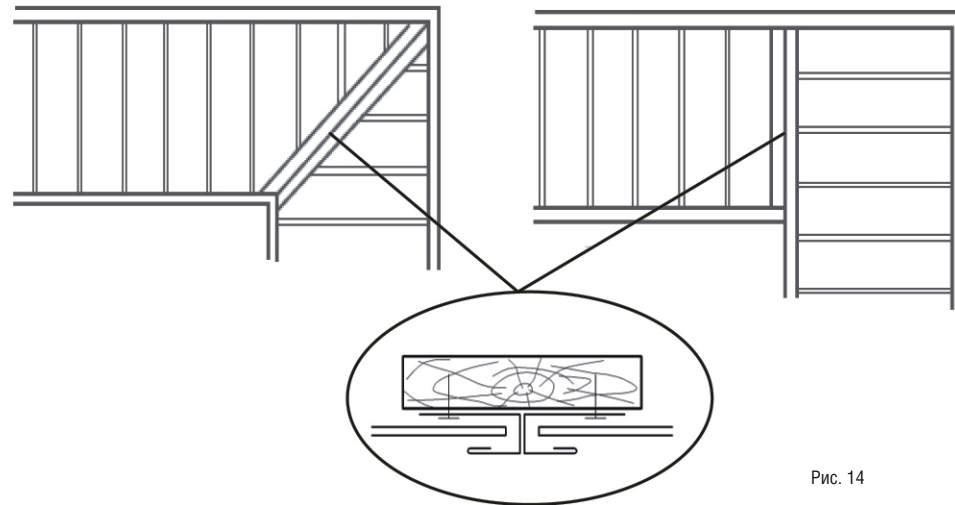

Рис. 14
1. Устройство угла должно выполняться при помощи двух G-реек, закрепленных на доске, вдоль линии стыка, как показано на рис. 14